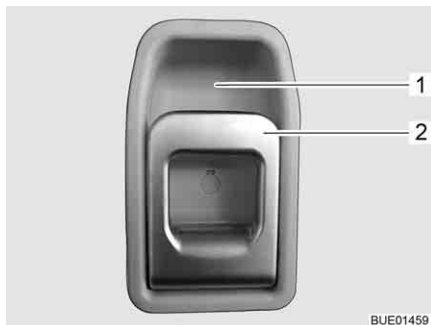

Fig. 29 Serratura della porta di ingresso, lato interno
- Tirare la maniglia (Fig. 29,2). La serratura della porta si sblocca.
- Premere la maniglia (Fig. 29,2) in alto verso l'impugnatura (Fig. 29,1).